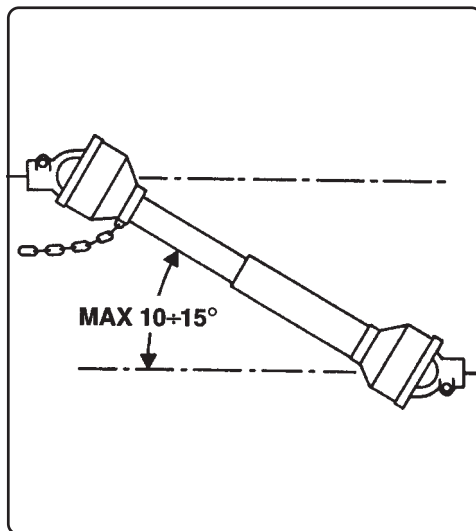

Fig. 5
- Las plaquetas correspondientes a la seguridad (Fig. 5) deben estar colocadas en forma evidente; deben estar siempre limpias y se sustituyen cuando no se leen fácilmente.
- Desconectar, siempre, la toma de fuerza cuando el árbol cardánico tenga un ángulo demasiado abierto, nunca más de 10 . 15 grados (Fig. 5)